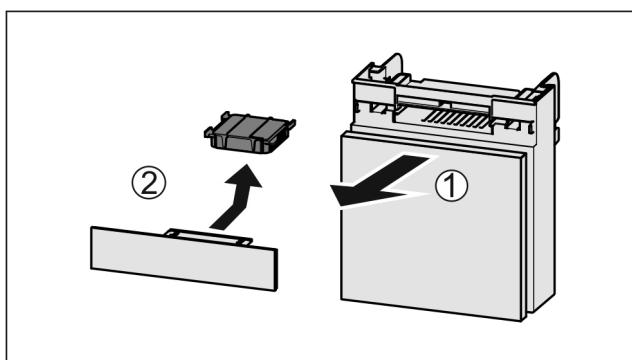

Fig. 31
- Вытянуть Fig. 31 (1) отделение движением вперед.
- Извлечь Fig. 31 (2) фильтра с активированным углем.